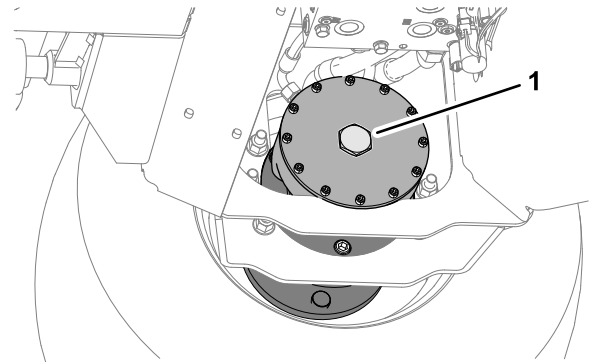

Bild 38
2. Montieren Sie die Sechskantschraube an die Motorendplatte (Bild 38).
6. Verstauen Sie die 2 Bolzen, 12 x 40 mm und 2 Beilagscheiben 12 mm in den Stützschiene der Plattform (Bild 38).